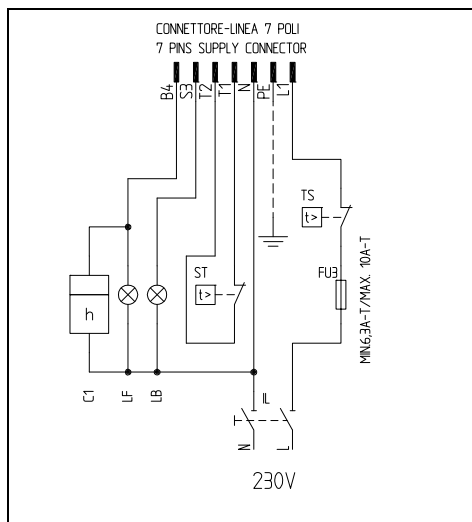
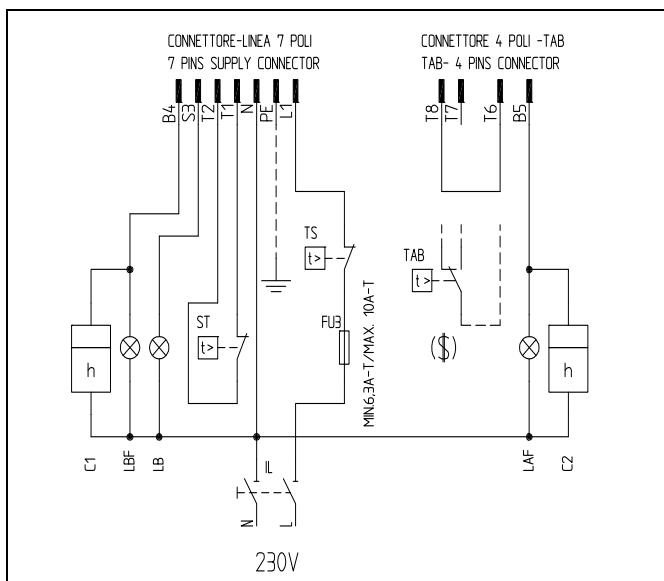
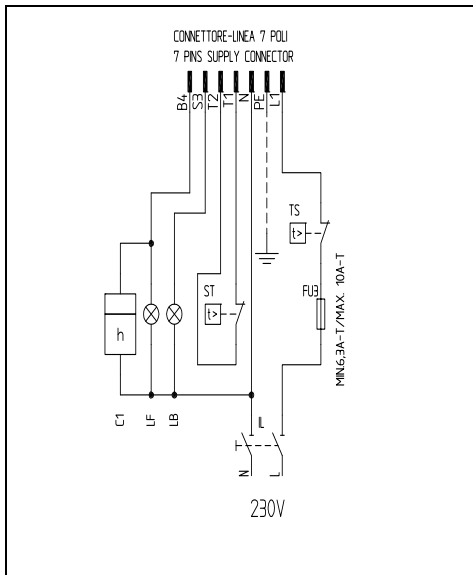
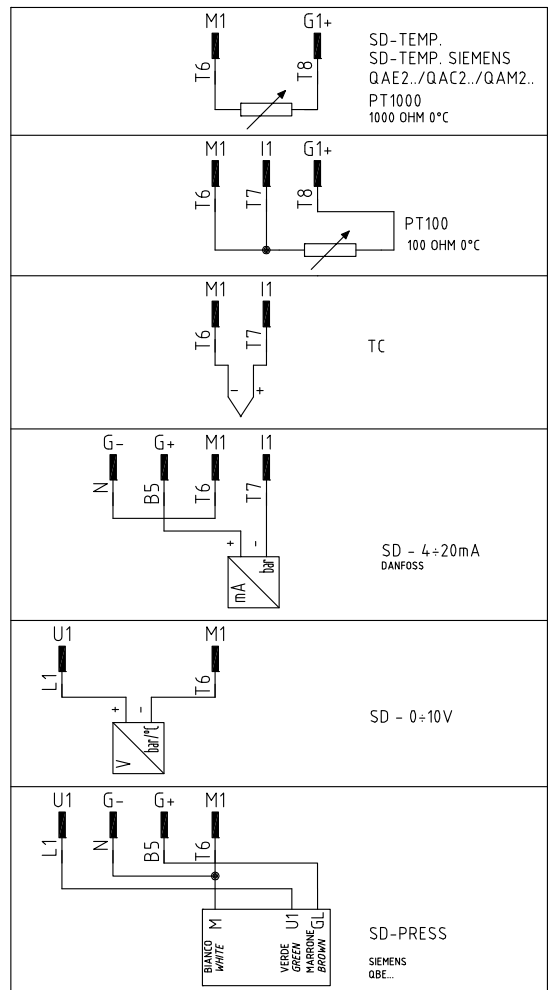

Fig. 34 - Conexiuni conector cu 7 pini
Fig. 36 Conexiuni conectori cu 7 pini si 4 pini
Fig. 38 - Conexiuni conector cu 7 pini
Fig. 40 - Conexiuni sonde
<p>Conector de alimentare arzator (Fig. 34 - Fig. 36 - Fig. 38)</p> <p>Conector cuplare sonde (arzatoare complet modulante , Fig. 40)</p>	 <p style="text-align: right;">Fig. 31</p>
<p>Conector flacara INALTA/JOASA (treapta 1/2) (arzatoare progressive , Fig.36)</p>	 <p style="text-align: right;">Fig. 32</p>
- 2 porniti arzatorul prin actionarea comutatorului principal **A** pe "ON" : daca arzatorul se blocheaza (LED B aprins pe panou) apasati butonul (C) de RESET din panou(Fig. 36).